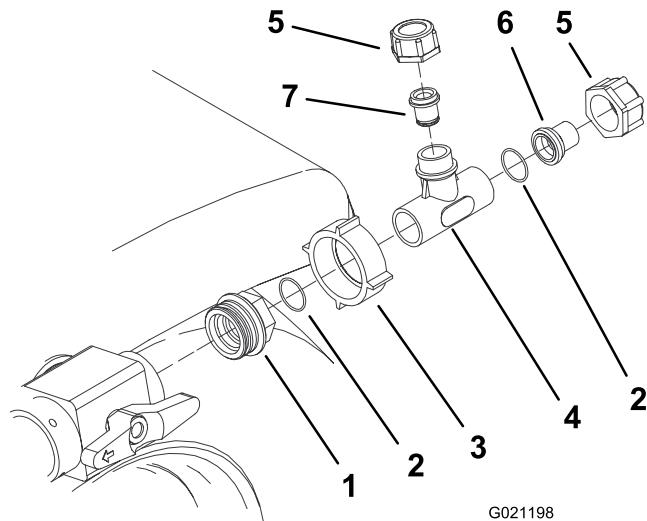

Bild 10
13. Schließen Sie das große Adapterende des T-Anschlusses am Regelventil an (Bild 10).
14. Ziehen Sie die große Kunststoffmutter an, um den T-Anschluss am Regelventil zu befestigen (Bild 10).